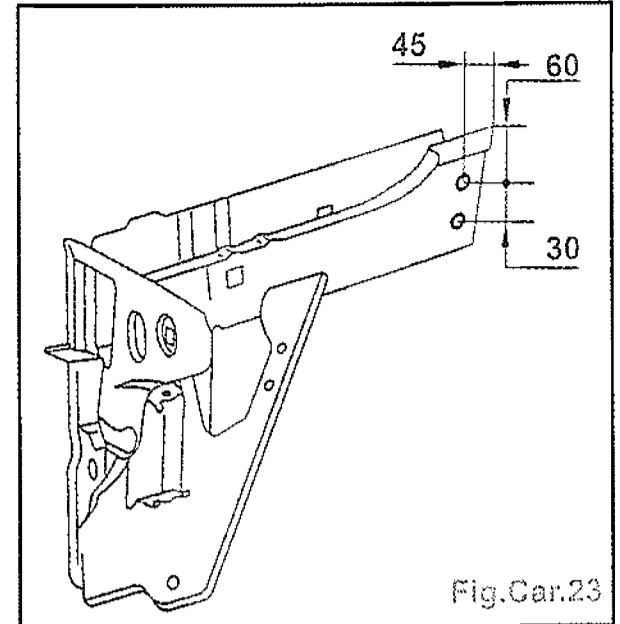

Fig.Car.23
- Tracer puis percer à Ø 6,5 mm pour soudage ultérieur par points bouchons (Fig.Car.23).